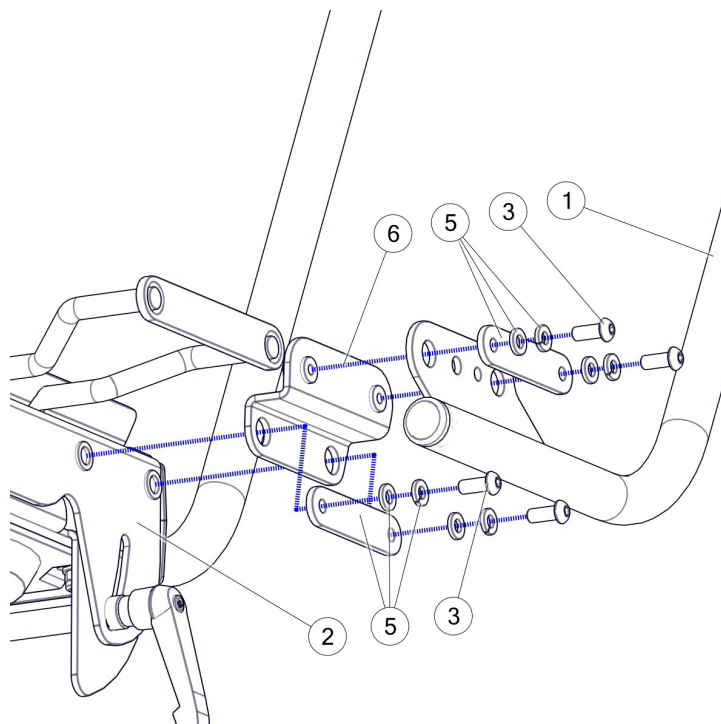

рис. 15
Крепление ручки (1) к адаптеру наклона сиденья (2) показано на рис. 15. На адаптер наклона сиденья (2) необходимо установить коннектор ручки. Для этого используйте винты (3) и шайбы (5). Затем установите ручку (1) в коннектор (6) и затяните. Важно обратить внимание на то, чтобы резьбовые фланцевые втулки, которые затягиваются на винтах, находились в отверстиях коннектора (6) и держателей ручки (1). Это обеспечивает стабильное соединение. Те же действия следует произвести на другой стороне устройства.